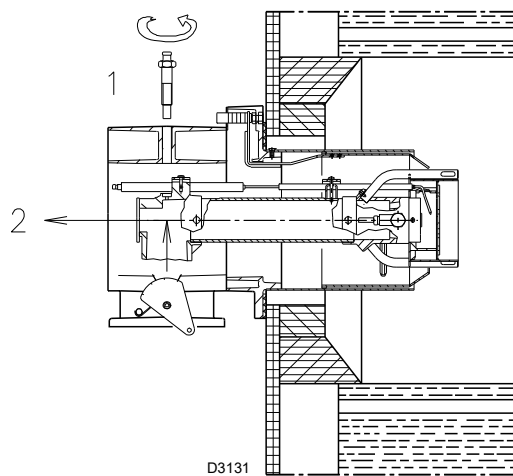

Fig. 19
- Enlever la vis 1)(Fig. 19) et déposer la partie intérieure 2).
Pour faciliter le réglage, desserrer la vis 1 (Fig. 19 à la page 22), régler et resserrer.